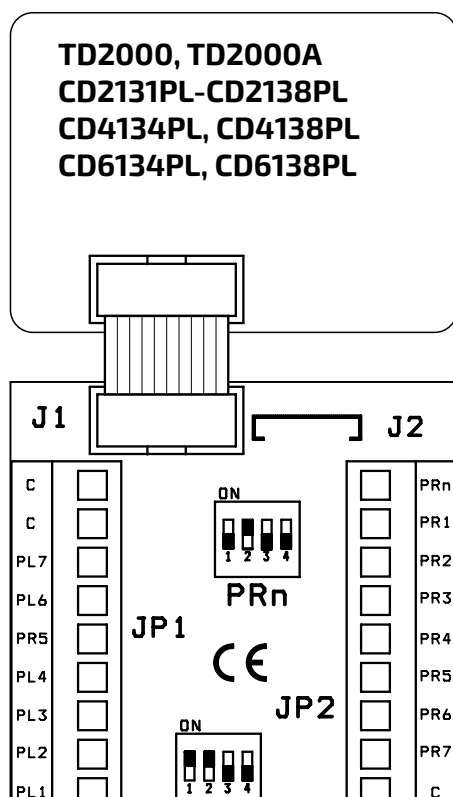
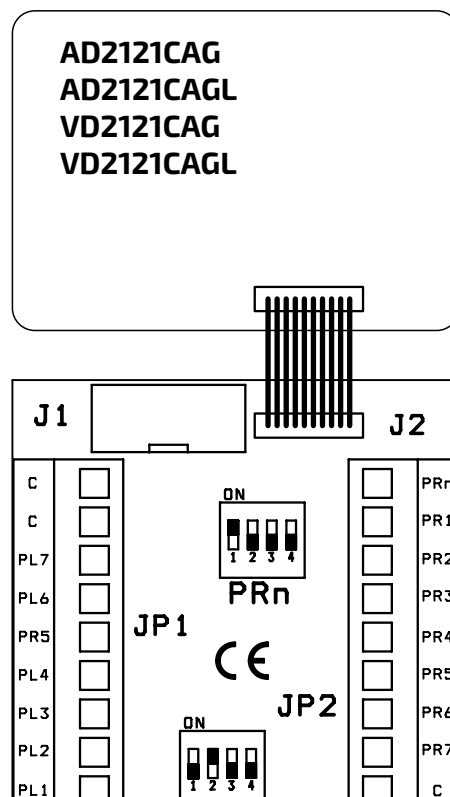

fig.1a
fig.1b
- Con i cavetti forniti a corredo, collegare la scheda XT2928U ad un modulo codificatore digitale Farfisa (usare J1 o J2 a seconda del tipo di connettore presente nel codificatore; fig.1a o fig.1b).
- Using the supplied cables, connect the board XT2928U to a Farfisa digital encoding module (use J1 or J2 according to the connector of the Farfisa encoding module; fig.1a or fig.1b).
- À l'aide des câbles fournis, brancher la carte XT2928U à un module encodeur digital Farfisa (utiliser J1 ou J2 en fonction du type de connecteur présent dans l'encodeur; fig.1a ou fig.1b).
- Con los cables suministrados, conectar la tarjeta XT2928U a un módulo codificador digital Farfisa (usar J1 o J2 según el tipo de conector presente en el codificador; fig.1a o fig.1b).
- Com os cabos fornecidos, conectar a placa XT2928U a um módulo codificador digital Farfisa (usar J1 ou J2 segundo o tipo de conector presente no codificador; fig.1a ou fig.1b).
- Mit den mitgelieferten Kabeln, die XT2928U Baugruppe mit der entsprechenden Farfisa Steuereinheit verbinden (J1 oder J2 je nach Art des Steckverbinders in der Steuereinheit verwenden, Abb. 1a oder Abb. 1b).